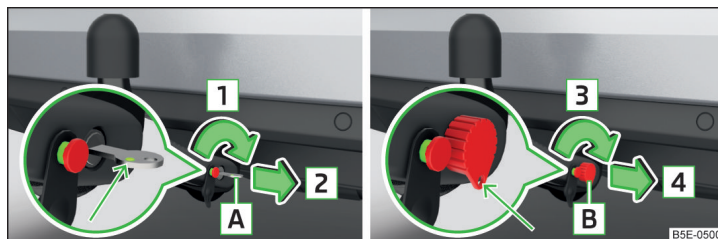

Fig. 190 Bloquear cerradura: Variante de llave 1 / variante de llave 2
- Gire la llave **[A]** en el sentido de la flecha **[1]** de manera que la marca verde muestra hacia arriba » fig. 190.
- Gire la llave **[B]** en el sentido de la flecha **[3]** de la manera, que la argolla de llave muestra hacia abajo » fig. 190.